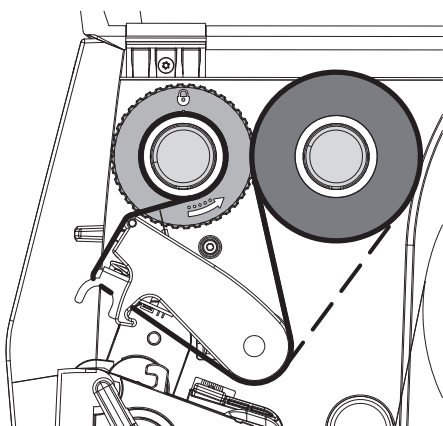

Рис. 13 Ход трансферной ленты
5. Настройте положение ограничителя поля на намотчике на ширину сердечника ленты (4) и наденьте сердечник ленты на намотчик (2).
6. Проведите трансферную ленту через печатный узел, как показано на Рис. 13.
► Заводите трансферную ленту над датчиком этикеток (6).
7. Закрепите начало трансферной ленты с помощью клейкой ленты на сердечнике (4) по его центру. При этом намотчик трансферной ленты должен вращаться против часовой стрелки.
8. Поверните намотчик трансферной пленки (2) против часовой стрелки, чтобы выровнять ход ленты.